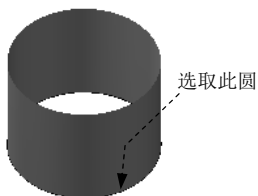
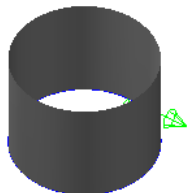

图 5.2.45 定义外形轮廓
图 5.2.46 显示串连方向
Step3. 定义牵引曲面的外形轮廓。在绘图区选取图 5.2.45 所示的圆为牵引曲面的外形轮廓, 系统会自动显示串连方向, 如图 5.2.46 所示, 单击按钮完成外形轮廓的定义, 同时系统弹出图 5.2.47 所示的“牵引曲面”对话框。